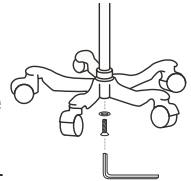

Abbildung 1
1. Mit Sockel auf der Seite den aufrechten Außenpol zum Sockel mit großem (6mm) Inbusschraube verbinden. Mit großem (6mm) Inbusschlüssel festziehen. Hardware so sicher wie möglich festziehen (Hinweis: Um das Lösen zu vermeiden, muss die Hardware sicher angezogen und regelmäßig überprüft werden) (Abbildung 1).